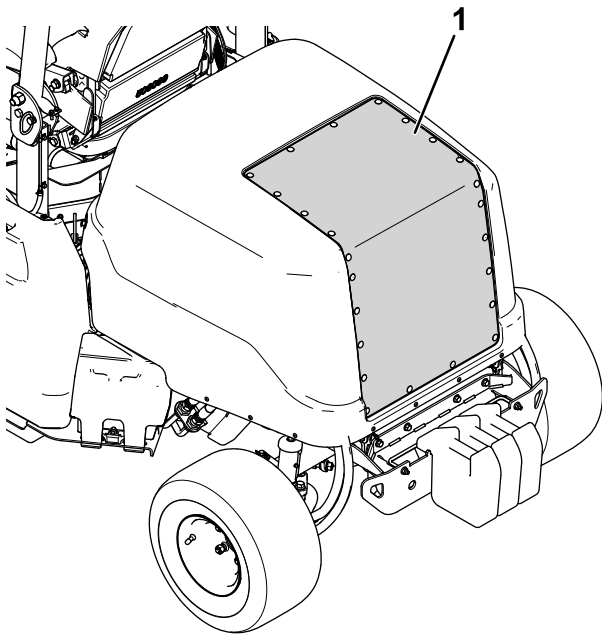

Figura 73
2. Utilizai aer comprimat pentru a curăa ecranul capotei (în modul indicat în Figura 73). Direcionezi aerul spre exteriorul mainii.